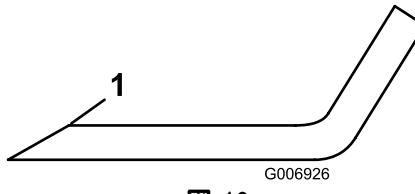

図 16
3. 全部のブレードの切っ先を丁寧に点検する。切っ先が鈍くなっていたり欠けていたりした場合には研磨する。研磨は刃先の上面だけを行い、刃の元々の角度を変えないように十分注意する(図16)。ブレードの左右を均等に削れば、バランスを狂わすことなく研磨を行うことができる。